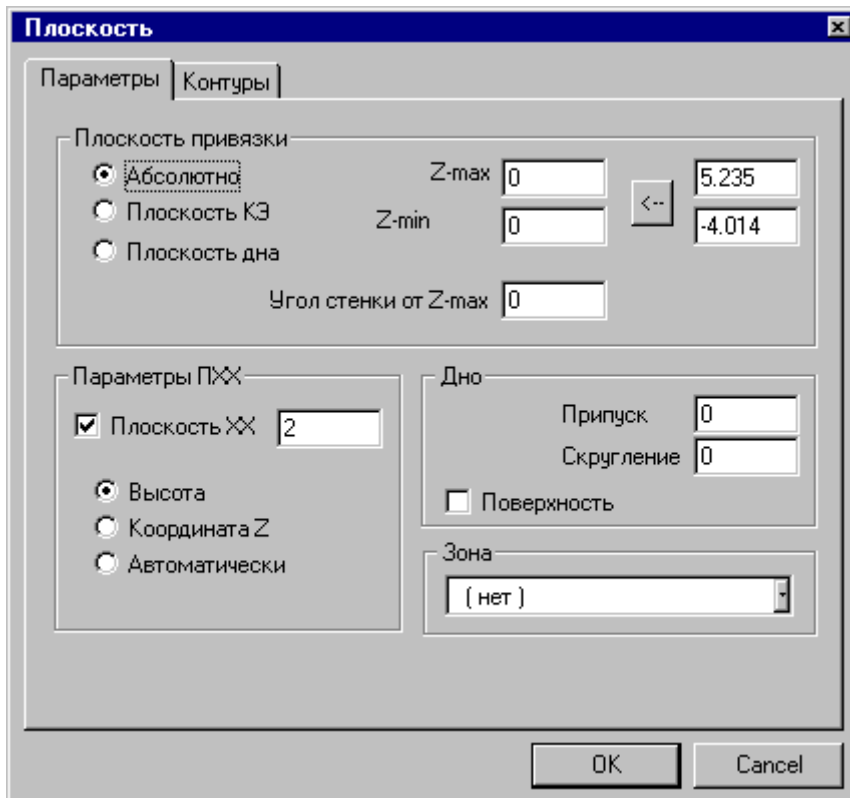

Рисунок 4.6 – Вікно діалогу «Плоскость»
2. У групі «Плоскость привязки» вибрати «Плоскость КЭ», ввести в поле «Глубина» значення «10» і натиснути кнопку «ОК» (рис. 4.6).